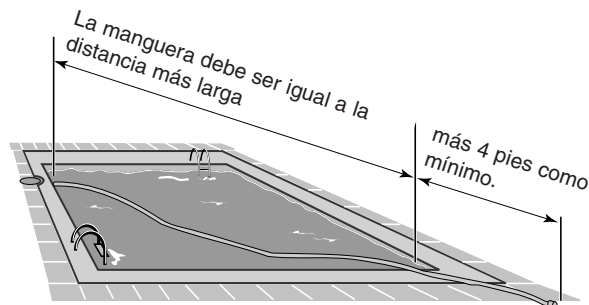

Figura 7
Paso 7: Mida el largo de manguera requerido (Figura 7)